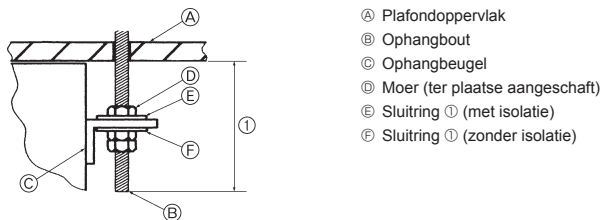

Fig. 3-5
4) Voorbereidingen van het binnenapparaat (Fig. 3-5)